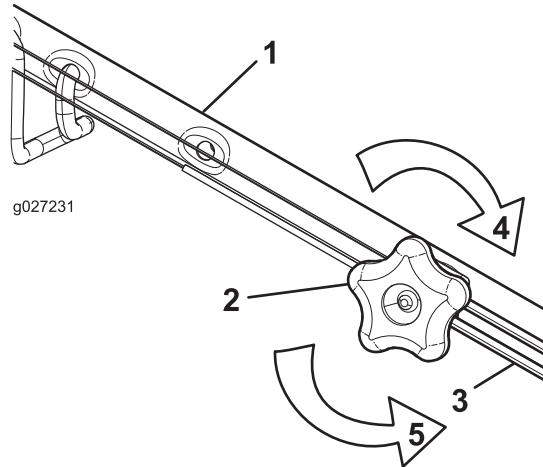

Figura 24
1. Gire el pomo de ajuste en sentido antihorario para aflojar el cable (Figura 24).
2. Ajuste la tensión del cable (Figura 24) tirando del mismo hacia atrás o empujándolo hacia adelante, y sujetelo en esa posición.